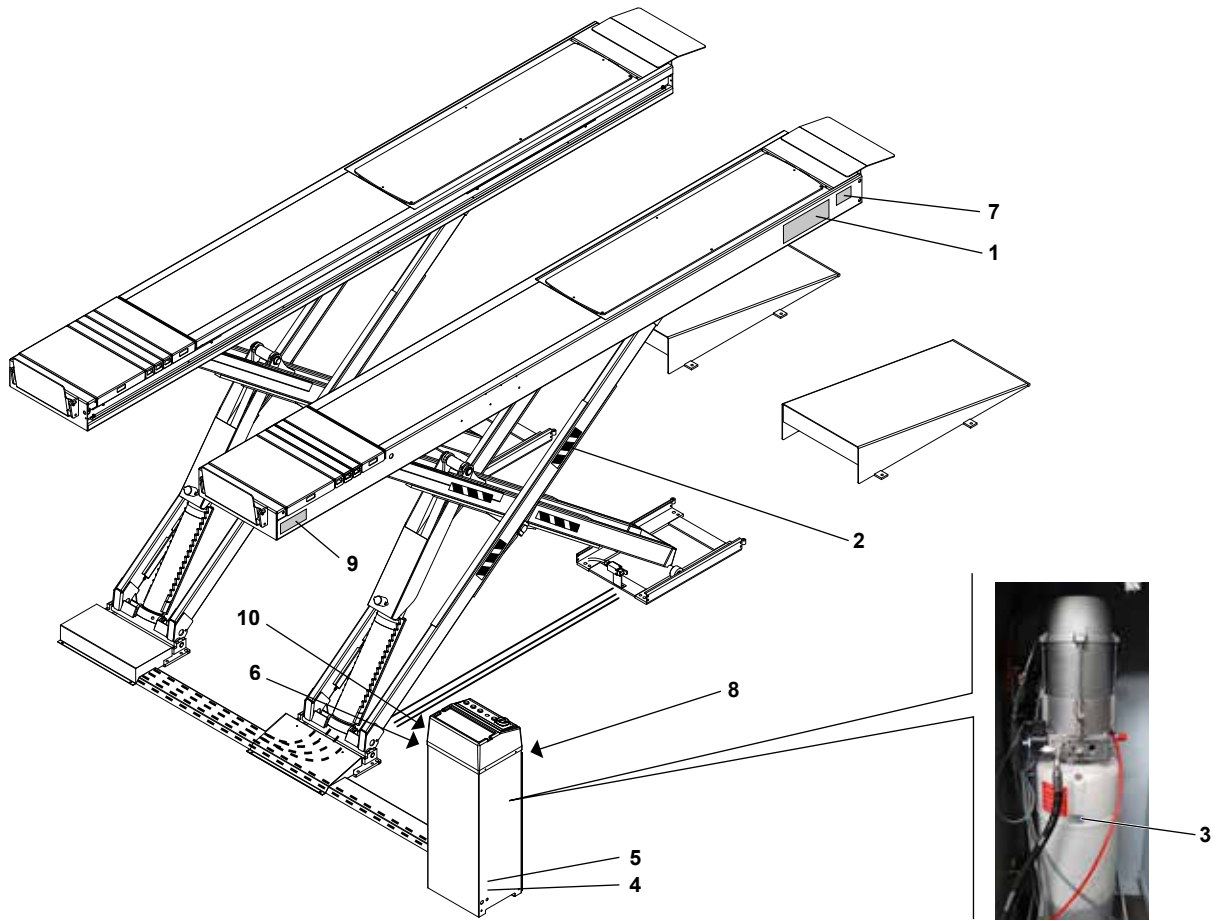

Fig.1
**Eventuali rischi residui sono evidenziati nel presente manuale e sulla macchina mediante pittogrammi adesivi (Fig.1).**
**The lift has been manufactured in compliance with applicable standards in order to fulfil the requirements of the relevant directives. A risk analysis has been performed so as to rule out potential dangers as far as possible. Possible residual risks are discussed in this manual and highlighted by warning labels bearing suitable pictograms affixed to machine (Fig.1).**
**Die Hebebühne wurde unter Anwendung der Normen realisiert, die in Übereinstimmung mit den Anforderungen der entsprechenden Richtlinien stehen. Es wurde eine Gefahrenanalyse gestellt und die Gefahren wurden, so weit wie möglich, beseitigt. Eventuelle Restgefahren werden in dieser Betriebsanleitung angegeben und es wird auf der Einrichtung mit Gefahrenzeichen (Abb. 1) auf sie hingewiesen.**
**Les risques résiduels éventuels ont été signalés dans la présente notice et sur la machine par le biais de pictogrammes autocollants (Fig. 1).**
**Eventuales riesgos residuales han sido evidenciados en el presente manual y, directamente en la máquina, por medio de pictogramas adhesivos (Fig.1).**